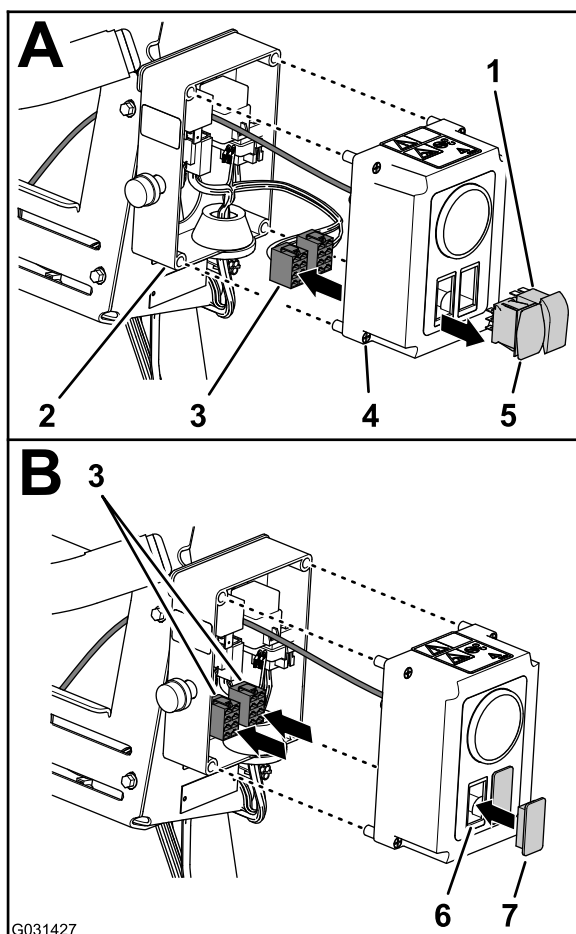
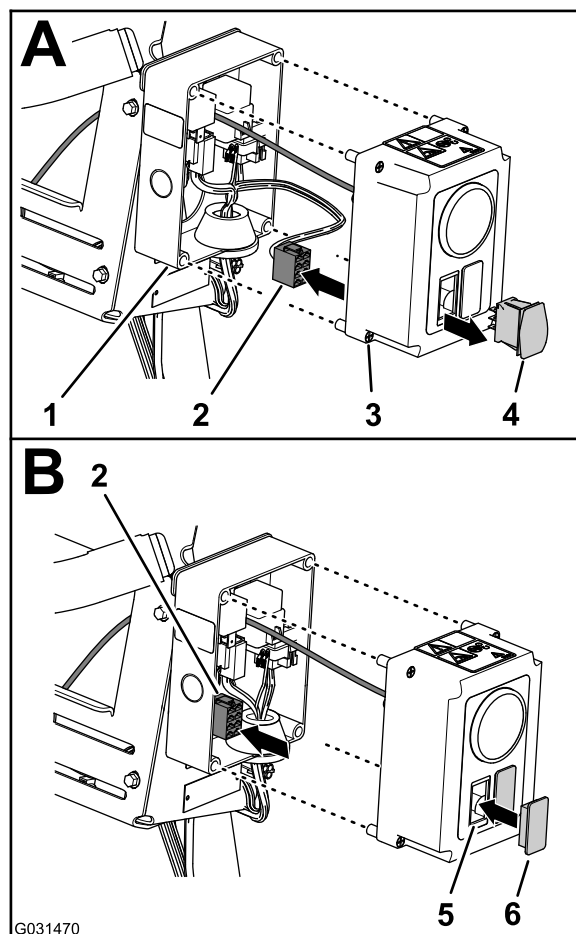

図 15
図 16
- 電動ホースリールのコントロールボックスで、カバーをコントロールボックスに固定しているねじ4本を完全にゆるめて、注意深くカバーを取り外す 図 15。
- A. 圧力制御スイッチとOn-Off スイッチから、コントロールボックス用の8ソケットコネクタ2個を外す 図 15。
- B. これら2つの8ソケットコネクタを、コントロールボックス内部に引き込む 図 15。
- C. 2つのスイッチのロックタブをつまんで、スイッチをコントロールボックスのカバーの外に押し出す 図 15。
- A. 圧力制御スイッチから、コントロールボックスのハーネスの8ソケットコネクタを外す 図 16。
- B. 8ソケットコネクタをコントロールボックス内部に引き込む 図 16。
- C. スイッチのロックタブをつまんで、スイッチをコントロールボックスのカバーの外に押し出す 図 16。
3. スイッチを外したところコントロールボックスの開口に、スイッチプラグを合わせる 図 15と図 16。
4. カバーにスイッチプラグをはめ込み、プラグがカバーにパチンと音を立ててはまるまで押し込む 図 15と図 16。
5. カバーをコントロールボックスに取り付けてカバー用ねじ4本で固定する 図 15。